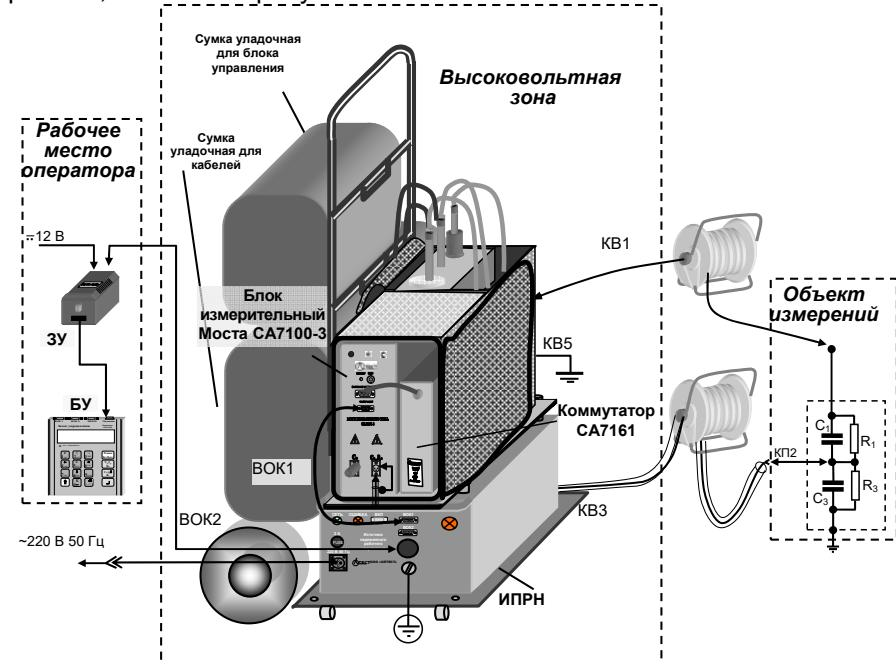

Рисунок 7.19
- Подключить кабели (рисунок 7.19).